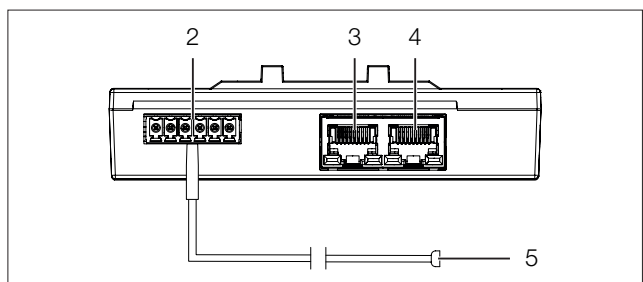

Abb. 3: Rückseite des Leckage-Sensors
- Stecken Sie den Stecker der Sensorleitung an der Universal-Schnittstelle an (Abb. 3, Pos. 2).
- Verbinden Sie die Elektronikeinheit des Leckage-Sensors über ein CAN-Bus-Verbindungskabel mit einer CAN-Bus-Schnittstelle des Rittal Embedded Device bzw. der benachbarten Komponente im CAN-Bus (Abb. 3, Pos. 3, 4).
- Schließen Sie ggf. an der zweiten, freien CAN-Bus-Schnittstelle des Leckage-Sensors (Abb. 3, Pos. 3, 4) eine weitere Komponente an (z. B. einen anderen Sensortyp).